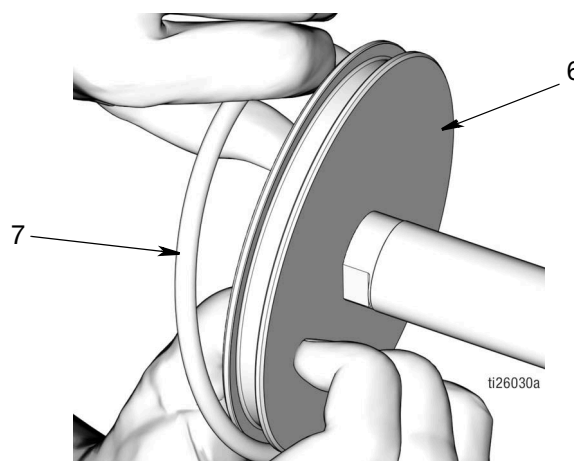

FIG. 50
- Appliquer une mince couche de graisse sur le joint torique (7). Poser le joint torique (7) sur le piston (6) comme indiqué à la Fig. 50.